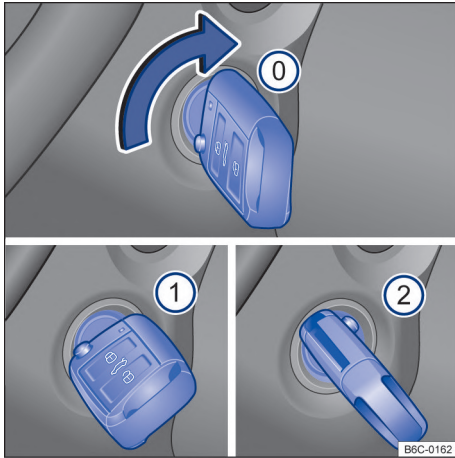

Fig. 87 Al lado del volante de la dirección, a la derecha: posiciones de la llave del vehículo en la cerradura de encendido.
Posiciones de la llave del vehículo → fig. 87
- ① Encendido desconectado. La llave del vehículo puede ser retirada.
- ② Encendido conectado.
- ③ Pise el pedal del freno (*vehículos con transmisión automática*), o el pedal del embrague (*vehículos con transmisión manual*) y encienda el motor. Cuando el motor arranque, suelte la llave del encendido. Al soltar, la llave del vehículo vuelve a la posición → fig. 87 ①.
- Girar la llave del vehículo a la posición → fig. 87
- Girar la llave del vehículo en el cilindro del encendido hacia la posición → fig. 87  – no acelere. Cuando el motor comience a funcionar, soltar la llave del vehículo en la cerradura de encendido.
- *Vehículos con cerradura de encendido:* girar la llave del vehículo en la cerradura de encendido a la posición → fig. 87 .